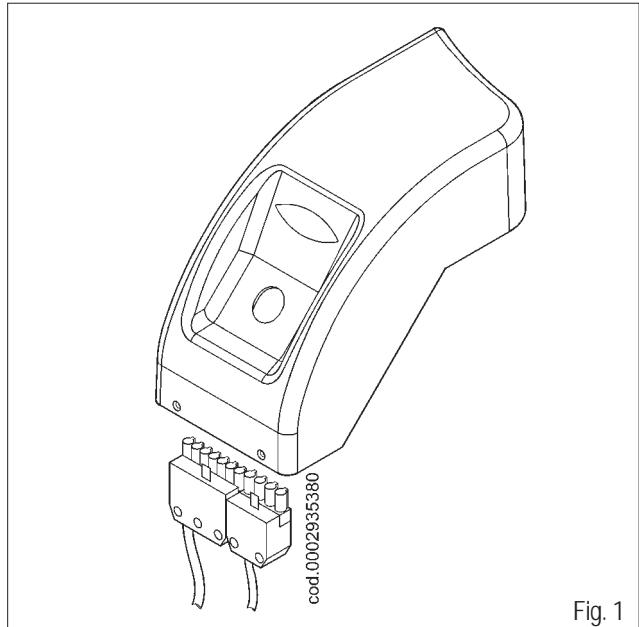

Fig. 1
- En suivant les instructions fournies au paragraphe «Entretien», extraire le groupe de mélange et enlever la vis (1) qui raccorde la tige d'avance (2) du groupe au tuyau de refoulement du gaz (3). Enlever la vis (5) qui raccorde le mélangeur du gaz (6) au tuyau (figure 1).
- Tourner de 180° le raccord coudé (4) et le mélangeur (6), de manière à ce que l'entrée du gaz soit tournée verso le haut (figure 1). Fixer de nouveau le mélangeur et la tige d'avance du groupe au tuyau de refoulement du gaz.
- Introduire la fiche à 7 pôles et à 4 pôles pour la version "P", dans les prises situées sous la base de support du tableau électrique d'après la figure 1.